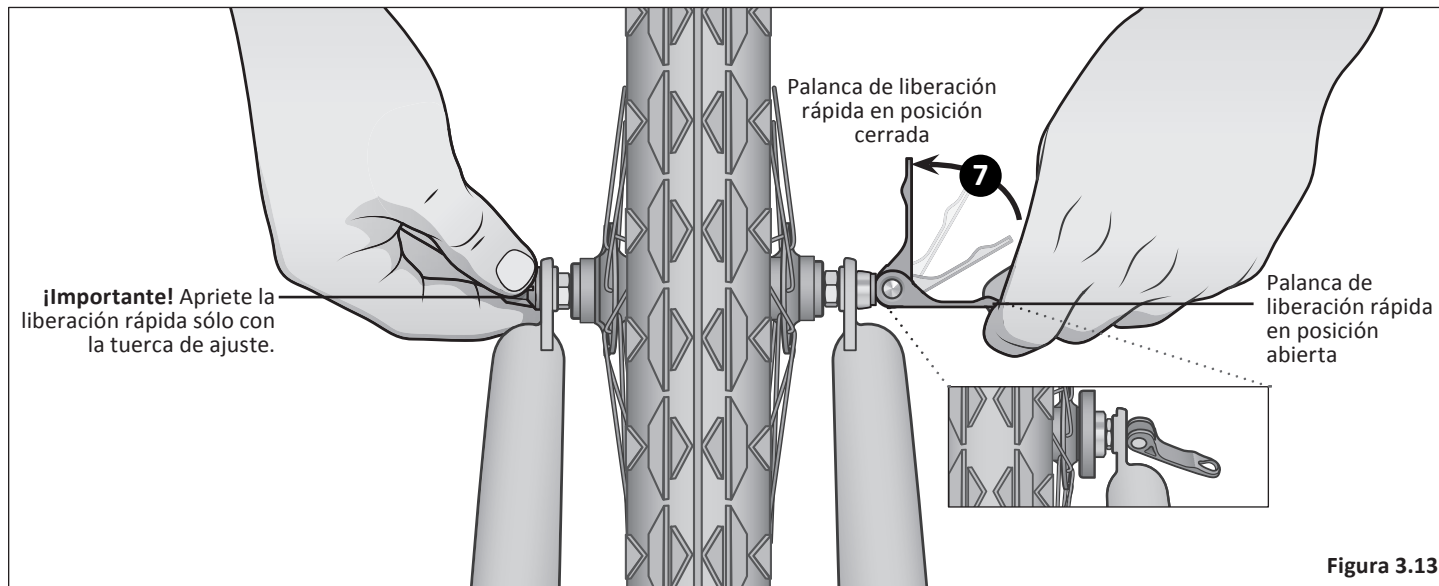

Figura 3.13
- 7 Mueva la palanca de liberación rápida a la posición de **abierta**. Con una mano sobre la palanca de liberación rápida y otra en la tuerca de ajuste, empiece a apretar la tuerca de ajuste a mano hasta que comience a sentir cierta resistencia contra la horquilla. **Figura 3.13**